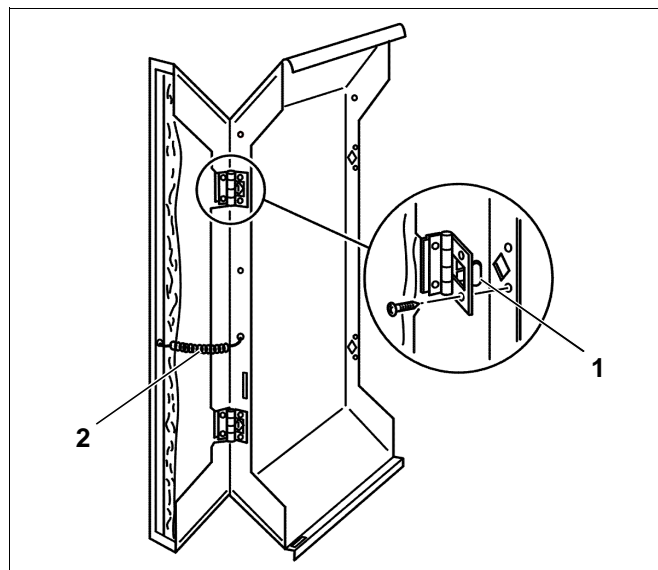

Fig. 48 Montaggio delle serrande dei pannelli laterali
- Introdurre i ganci delle cerniere (fig. 48, **pos. 1**) delle serrande nel foro tranciato del pannello laterale anteriore e fissarli con viti autofilettanti.
- Agganciare la molla di tensione (fig. 48, **pos. 2**) al pannello laterale ed alla serranda dello stesso.